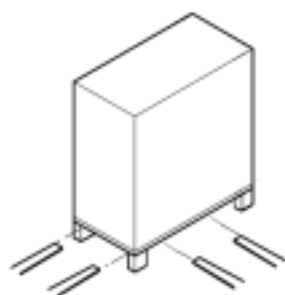

Fig. 1 : Transport avec le chariot élévateur
1. **Fig. 1** : couper les sangles de cerclage ① et les retirer.
2. Soulever le couvercle de l'emballage en carton ② et le retirer.
3. Dévisser les fermetures à baïonnette ③ du carton. Pour cela, les tourner dans le sens antihoraire.
4. Retirer le carton ④.